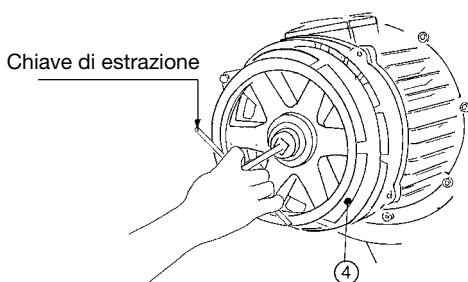

Fig. 18
Smontaggio e montaggio: verificare che non ci sia un carico applicato, svitare le viti pos. 1 (Fig. 16), togliere la campana freno pos. 2 (Fig. 16) e togliere la ghiera di regolazione pos. 3 (Fig. 16) freno con l'apposita chiave (Fig. 17). Con l'ausilio di un estraattore togliere la ventola freno pos. 4 (Fig. 18). Montare la nuova ventola spingendola in avanti con l'ausilio di mazzuola di piombo, rimontare la campana freno pos. 2 (Fig. 16) e le viti pos. 1 (Fig. 16), quindi procedere alla regolazione come indicato nel capitolo "regolazione ventola freno" a pag. 65.